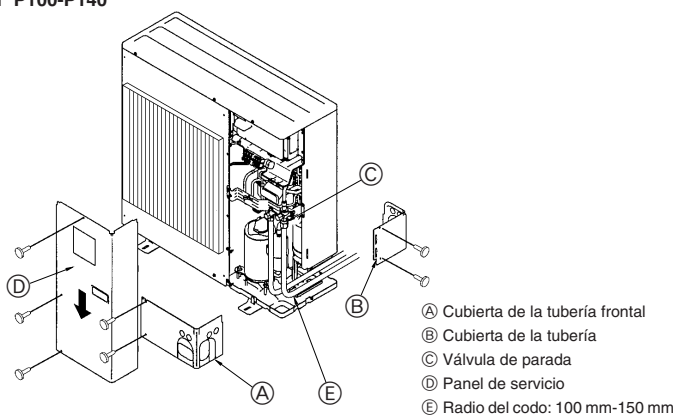

Fig. 4-3
4.3. Tubos de refrigerante (Fig. 4-3)
- Quite el panel de servicio ① (tres tornillos) y la cubierta de la tubería frontal ② (dos tornillos) y cubierta de la tubería posterior ③ (dos tornillos).
- ① Realice las conexiones de los tubos de refrigerante de la unidad interior/exterior con la válvula de parada de la unidad exterior completamente cerrada.
- ② Purgue el aire del sistema por succión en la unidad interior y tubos de conexión.
- ③ Tras conectar las tuberías de refrigerante con la unidad interior, compruebe que no haya fugas de gas. (Consulte apartado 4.4. Prueba de fuga de gas del tubo de refrigerante.)
- ④ En el puerto de servicio de la válvula de parada se utiliza una bomba de vacío de alto rendimiento que permite mantener el vacío durante un tiempo adecuado (al menos una hora tras alcanzar -101 kPa (5 milímetros de mercurio)) para secar por vacío el interior de las tuberías. Siempre compruebe el grado de vacío en el manómetro. Si queda humedad en la tubería, en ciertos casos no se alcanzará el nivel de vacío aplicando vacío durante poco tiempo. Tras el secado por vacío, abra completamente las válvulas de parada (tanto las de líquido como las de gas) de la unidad exterior. Esta operación le permitirá conectar completamente las líneas refrigerantes de las unidades interiores y exteriores.